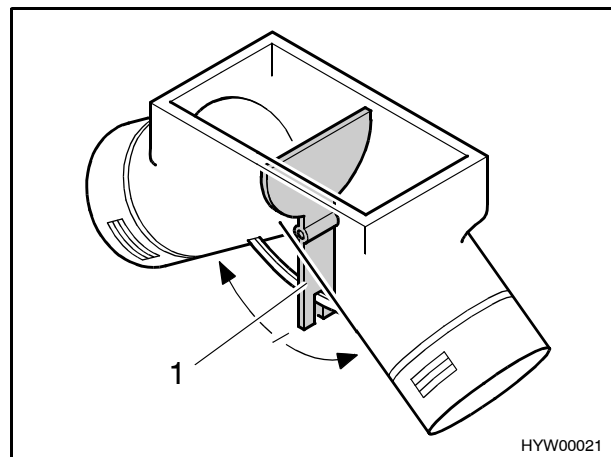

Bild 78 Umluftgebläse, Einstellklappe in Mittelstellung
In Mittelstellung verteilt sich die Warmluft zu 50 % auf die beiden Warmluftausgänge. Der Bedienhebel (Bild 78,1) für die Einstellklappe ist unter der Bodenklappe im Kleiderschrank eingebaut.
- Bedienhebel (Bild 78,1) in Pfeilrichtung betätigen, bis gewünschte Position erreicht ist.